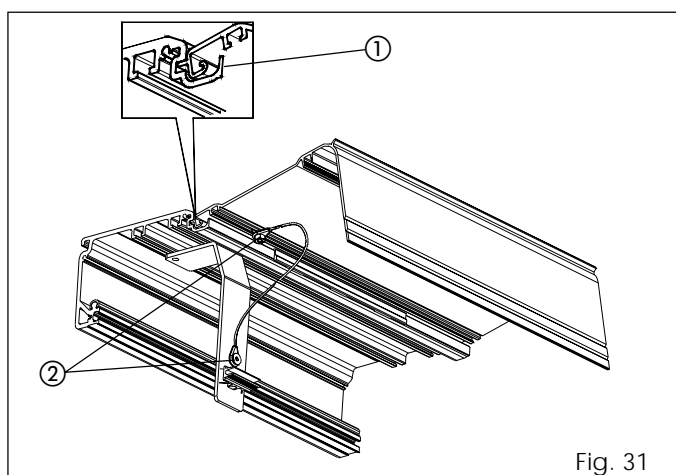

Fig. 31
- Pour garder le capot ouvert, le soulever et le pousser vers le profilé jusqu'à ce qu'on obtienne l'encastrement du dépassement métallique dans le siège du profilé (fig. 31 réf. ①).
- Fixer les fils parachute sur le capot et sur les brides de fixation du capot d'après la fig. 31 réf. ②.